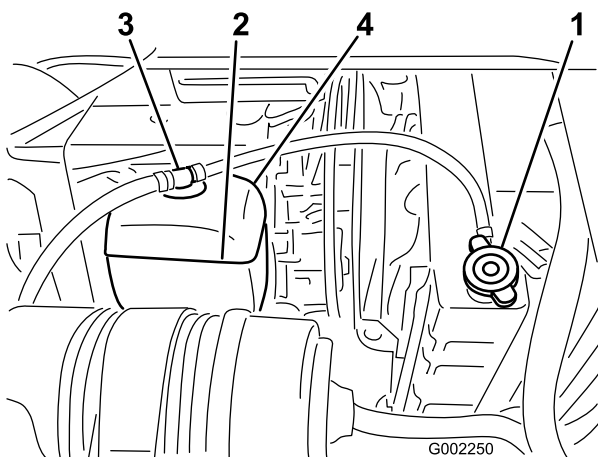

Bild 52
2. Nehmen Sie den Kühlerdeckel ab, wenn der Motor kalt ist (Bild 52).